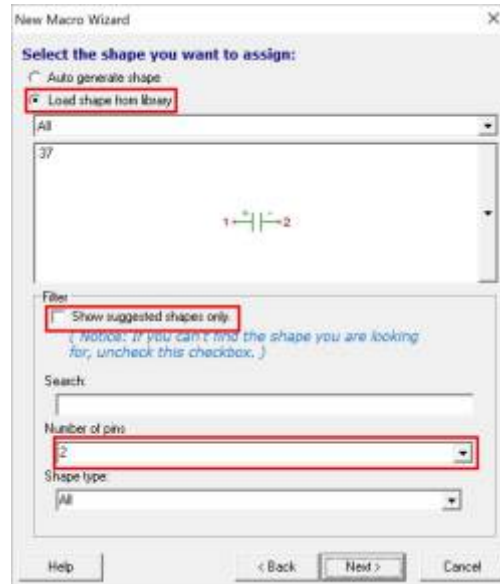

Fig. 4:
3. Im Macro Wizard - Symbolauswahl (figure 4)